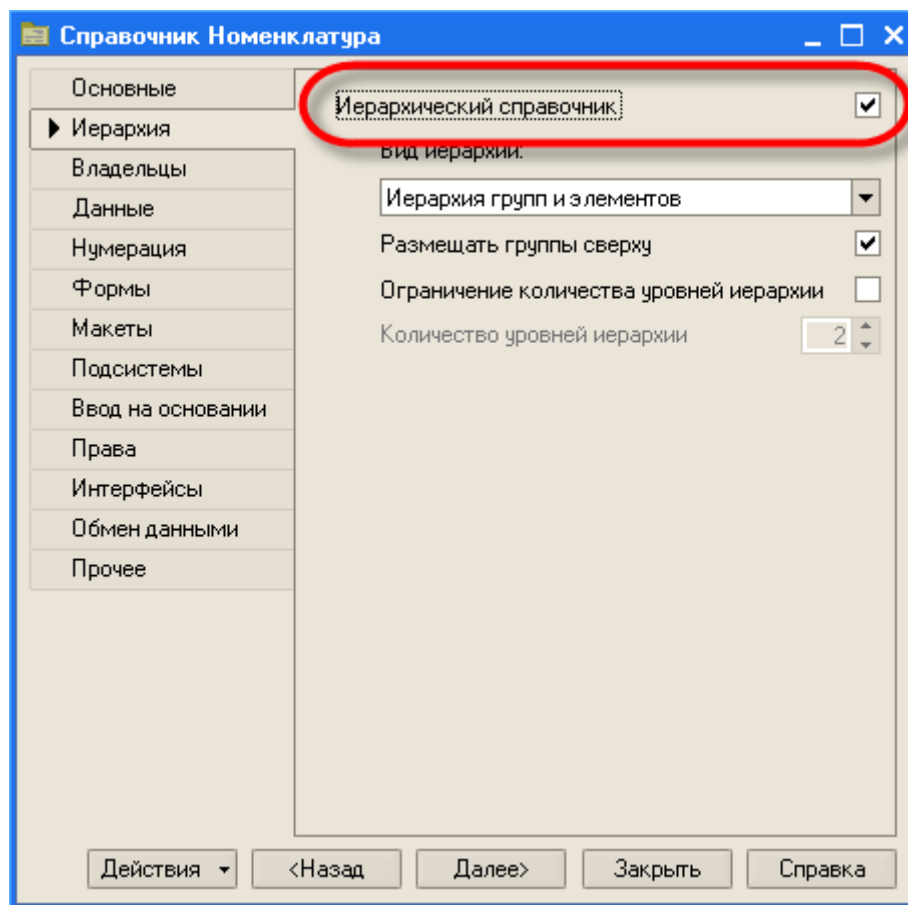

Рис. 20. Сделаем справочник иерархическим...
2. Перейдите на закладку Иерархия и установите флаг Иерархический справочник (рис. 20).